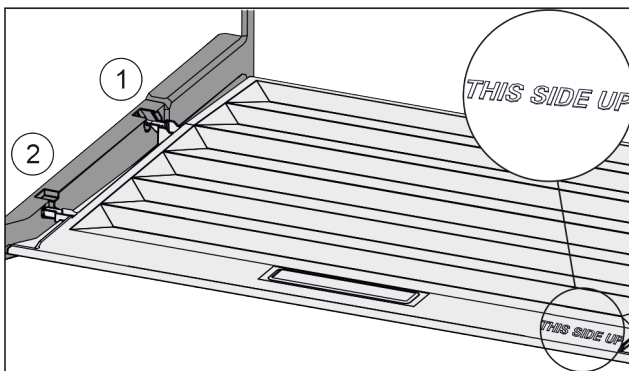

Fig. 98
- ▶ Introduire les rainures du couvercle par l'orifice du support arrière Fig. 98 (1) et les enclencher à l'avant dans le support Fig. 98 (2).